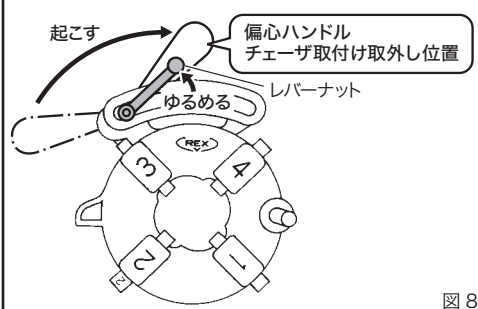
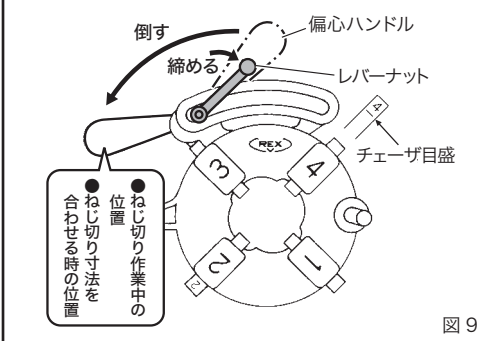

図 8
図 9
a. チェーザの取外し方 (図 8)
- ①偏心ハンドルを図の方向に起こしてレバーナットをゆるめ、偏心ハンドル部を左端いっぱいの位置までよせてください。これで 3 番と 4 番のチェーザが取り外せます。
- ②次にダイヘッドを起こすと 1 番と 2 番のチェーザが取り外れます。
b. チェーザの取付け方 (図 9)
- ①ダイヘッドをチェーザを取り外した状態にします。
- ②ダイヘッドの 3 番と 4 番の溝番号に同じ番号のチェーザをチェーザノッチにはまり込むまで差し込んでください。
- ③次にダイヘッドを起こして 1 番と 2 番のチェーザを同じ溝番号に差し込んでください。